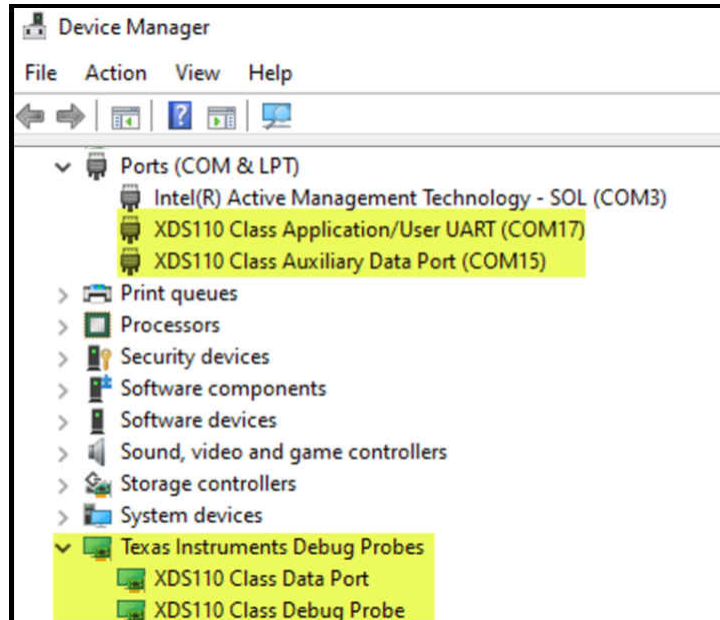

图 5-1. Windows 10™ 器件管理器显示成功检测到 XDS110 调试探针
5. **出现在器件管理器中**：为了让 JTAG 调试探针与 PC 通信，需要安装驱动程序文件。这通常与安装 Code Composer Studio (CCS) 同时发生。要验证驱动程序是否已成功安装，请将 PC 连接到 JTAG 调试探针并开机。然后转至“Control Panel”→“Device Manager” (图 5-1) 并找到相关的调试探针。